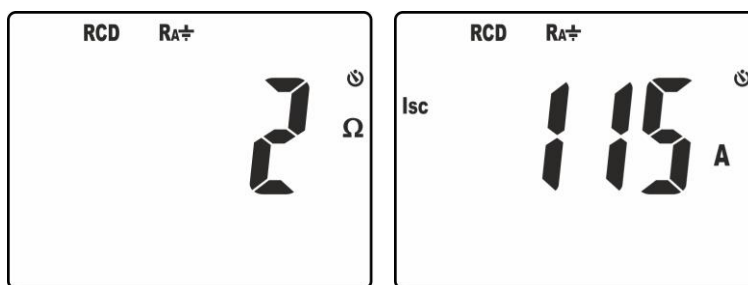

Fig. 22: Resultados de la medida de resistencia global de tierra
9. En la pantalla de Fig. 22 – parte izquierda está presente el valor de la resistencia global de tierra. Pulse las teclas ▼/⏏ o ▲ para visualizar el valor de la presunta corriente de cortocircuito **Isc** (ver § 9.3)